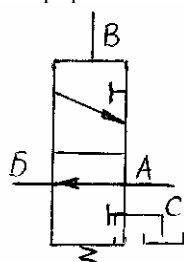

Рис. 45 Гидрораспределитель
5. ГИДРОРАСПРЕДЕЛИТЕЛЬ ЭО-3323.07.10.010 (рис. 45)